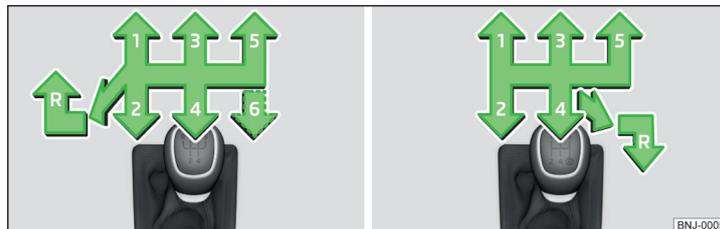

Fig. 126 Schema marce: Variante 1 (cambio a 5 e/o 6 marce) / variante 2 (cambio a 5 marce con motore 1,0 l MPI)
Sulla leva del cambio è raffigurato lo schema marce delle singole posizioni delle marce » fig. 126.
- Portare la leva del cambio completamente a sinistra e quindi in avanti in posizione **R** » fig. 126.